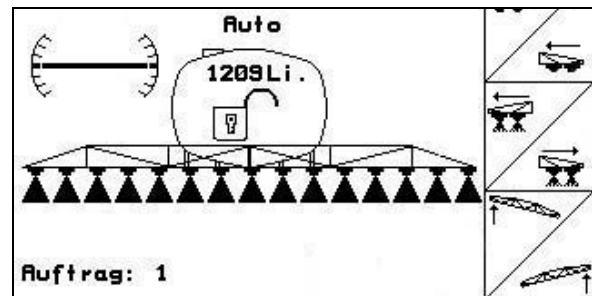

Fig. 86
- Sobre la pantalla el símbolo ajuste de inclinación (Fig. 86/1) muestra la alineación horizontal del varillaje de rociado.